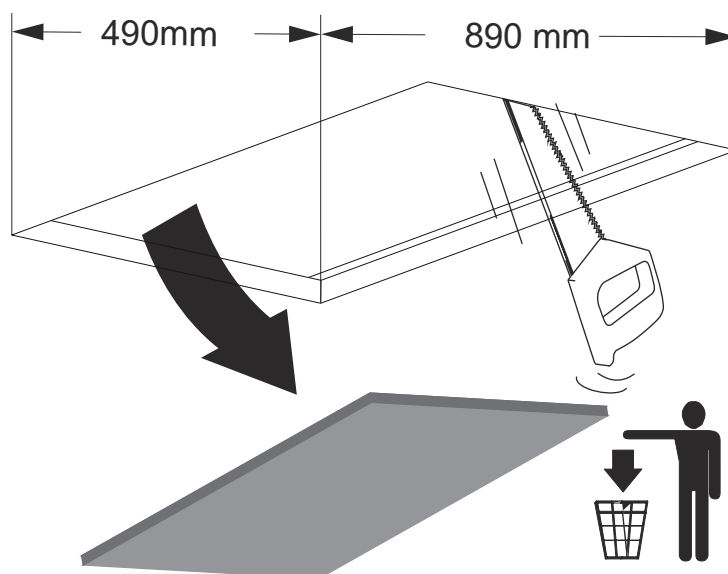

Fig. 18
1. Taket eller materialet där fläkten ska monteras måste skäras till enligt angivna mått (Fig.18).